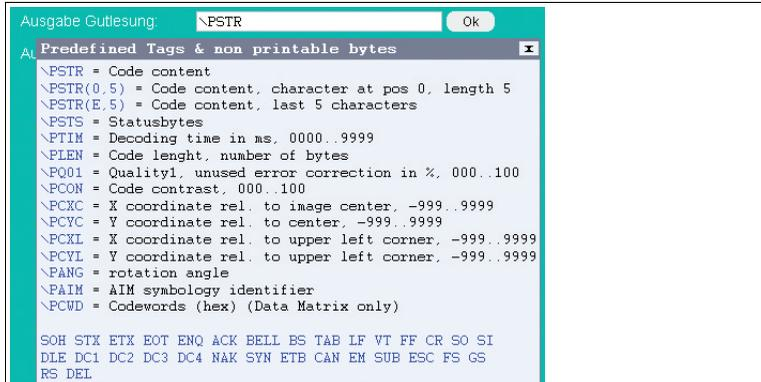

Abbildung 7.7: Popup Fenster Gütesung - Schlechtlesung
- **Ausgabe Gutlesung:** Eingabe der Zeichenkette, welche bei einer erfolgreichen Dekodierung ausgegeben wird. Dieses Feld verfügt über eine ToOLTIPfunktionalität. Ein Tabelle erscheint, wenn der Mauszeiger länger als 1 Sekunde über einem der beiden Eingabefeldern verweilt → siehe Abbildung 7.7 auf Seite 27. In der Tabelle sind Platzhalter beschrieben, die manuell oder per Mausklick eingefügt werden können. Zur Zeit können folgende Informationen als Teil des Ausgabestrings ausgegeben werden: Codeinhalt, Codelänge, Status, Dekodierzeit, Symbolkoordinaten etc. Die Beschreibung dieser Platzhalter finden Sie im Anhang siehe Kapitel 9.2.
- **Ausgabe Schlechtlesung:** Eingabe der Zeichenkette, welche bei einer nicht erfolgreichen Dekodierung ausgegeben wird. Ein Matchcode- oder Timeout Fehler führt ebenfalls zur Ausgabe dieser Daten. Ein Tabelle erscheint, wenn der Mauszeiger länger als 1 Sekunde über einem der beiden Eingabefeldern verweilt → siehe Abbildung 7.7 auf Seite 27. In der Tabelle sind Platzhalter beschrieben, die manuell oder per Mausklick eingefügt werden können. Zur Zeit können folgende Informationen als Teil des Ausgabestrings ausgegeben werden: Status, Dekodierzeit. Die Beschreibung dieser Platzhalter finden Sie im Anhang siehe Kapitel 9.2.
- **Ausgabe Gutlesung:** Eingabe der Zeichenkette, welche bei einer erfolgreichen Dekodierung ausgegeben wird. Dieses Feld verfügt über eine Tooltipfunktionalität. Ein Tabelle erscheint, wenn der Mauszeiger länger als 1 Sekunde über einem der beiden Eingabefeldern verweilt → siehe Abbildung 7.7 auf Seite 27. In der Tabelle sind Platzhalter beschrieben, die manuell oder per Mausklick eingefügt werden können. Zur Zeit können folgende Informationen als Teil des Ausgabestrings ausgegeben werden: Codeinhalt, Codelänge, Status, Dekodierzeit, Symbolkoordinaten etc. Die Beschreibung dieser Platzhalter finden Sie im Anhang siehe Kapitel 9.2.